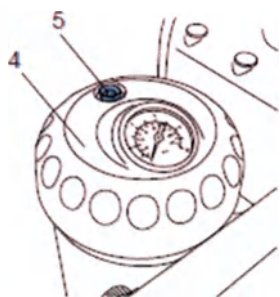

Рис.43
6. Наполнение бачка песком (рис.43)